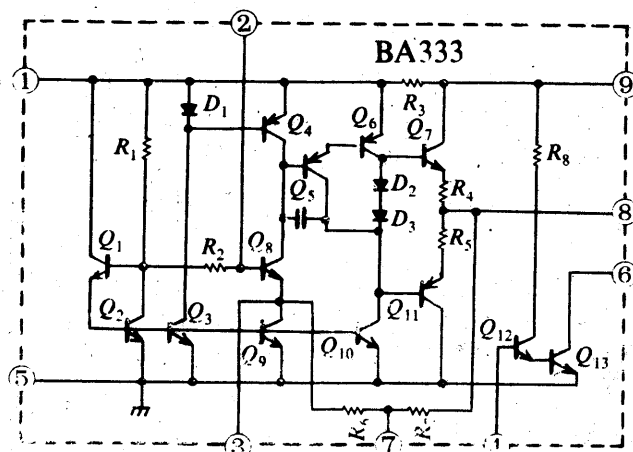
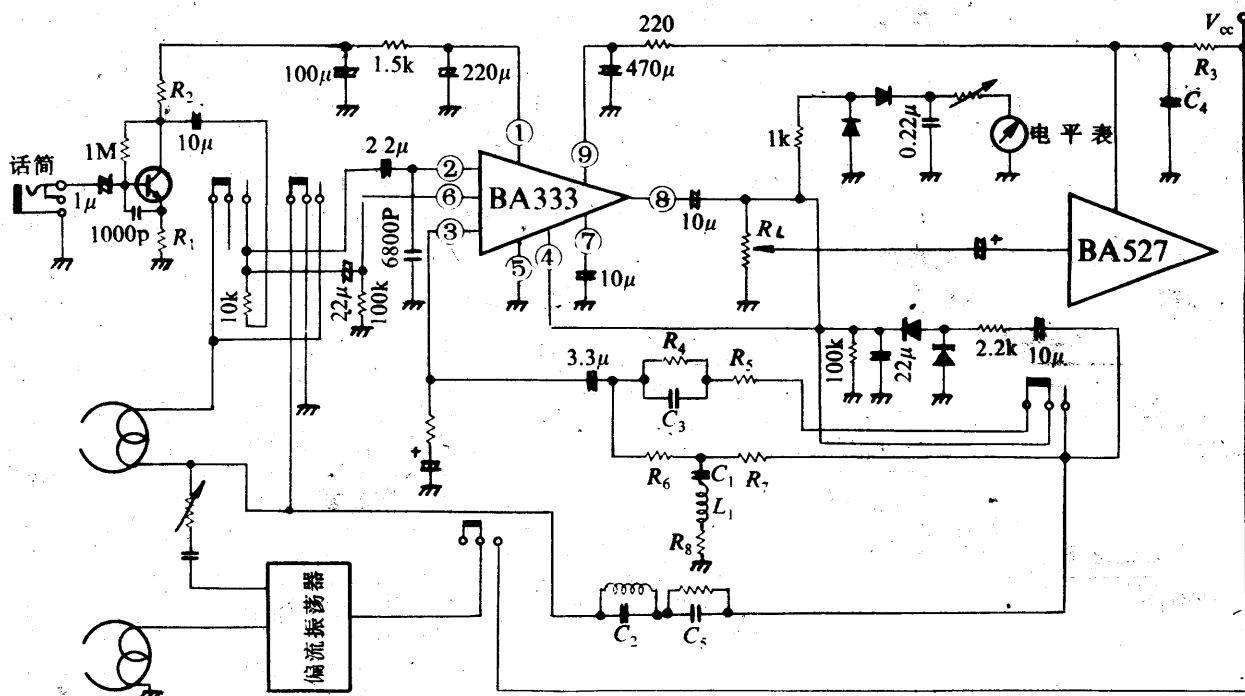

图 3-20 BA333 电路原理图
图 3-21 BA333 典型应用电路图
电路特点: ①工作电源电压范围宽。②接通电源时, 无爆破噪声。③ALC范围宽。④输出激励信号强, $V_{cc}=9V, R_L=820\Omega$ 时, 输出电压典型值为 $2V_{rms}$, 可以直接加至 ALC 整流电路和电平指示表。⑤噪声低。芯片电路原理见图 3-20, 典型应用电路见图 3-21。